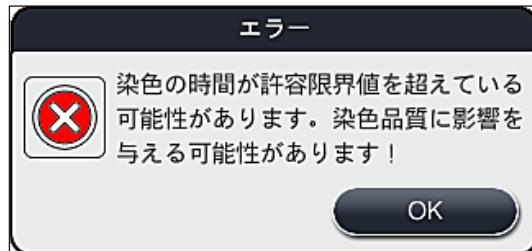

図 105
1. この情報メッセージの確認後、染色時間が超過した可能性があることがユーザーに通知されます。すなわち、特定の条件下の試薬において、または危機的状況下にあるステーションにおいて、個々のラックが時間を費やしすぎたために、染色品質に影響を与える可能性があることを示します。この情報メッセージ（→「図 105」）を「OK」ボタンで確認し、処理を再開します。